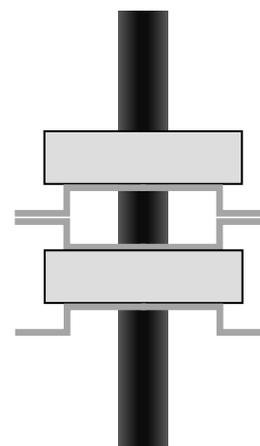
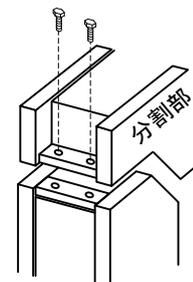

図 27. 重ね取付の例
図 28. 分割部締付ボルト
- (5) 弊社製の変成器や検出器を重ねて取り付けても影響ありません(図 27)。
- (6) 取付金具は装置本体から取り外さないで下さい。取付金具が接地側に接続された場合、取付方法によっては一次導体と取付金具との離隔がとれなくなり、大事故につながる恐れがあります。特殊な取付方法が必要になった場合や取付方法が工事途中で変更になった場合には、必ず弊社にご連絡下さい。
- (7) FD および HCT を分割するには、側面の 4 本の分割部締付ボルトを外し、分割部を取り外して下さい。なお分割部にはコネクタがありますので、取り外しや取付時には電線くずなどの異物が内部に入らない様に注意して下さい(図 28)。
- (8) FD および HCT の取付方向はどの方向に取り付けても問題ありませんが、構造は屋内用ですので屋外へは取り付けないでください。
- (9) FD および HCT を取り付けの場合は寸法図にて取付穴の個数と位置を確認し、取付穴に M10 ネジ (ボルト、ナット等) を使用して取り付けください。鉄製の M10 のボルト・ナットを使用する場合は 200kgf・cm のトルクで締め付けてください。